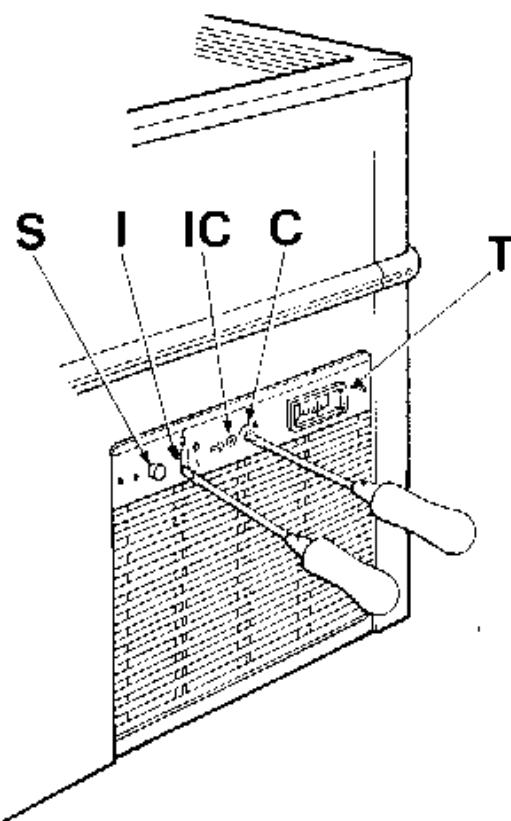

Рисунок 2
- Прилавок поставляется в упаковочной обрешетке на деревянном поддоне, удобном для подъема и транспортирования посредством автопогрузчика с вилчатым захватом или транспортных стеллажах (рисунок 2).